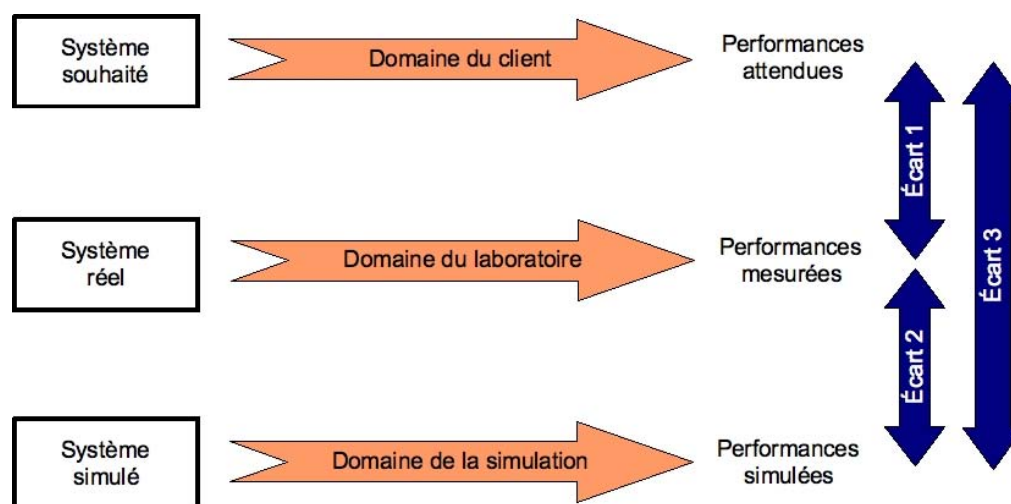

Figure 1 : représentation des différents écarts
- de vérifier les performances attendues d'un système, par l'évaluation de l'écart entre un cahier des charges et les réponses expérimentales (figure 1, écart 1) ;
- de proposer et de valider des modèles de système à partir d'essais, par l'évaluation de l'écart entre les performances mesurées et les performances simulées (figure 1, écart 2) ;
- de prévoir les performances d'un système à partir de modélisations, par l'évaluation de l'écart entre les performances simulées et les performances imposées au cahier des charges (figure 1, écart 3) ;